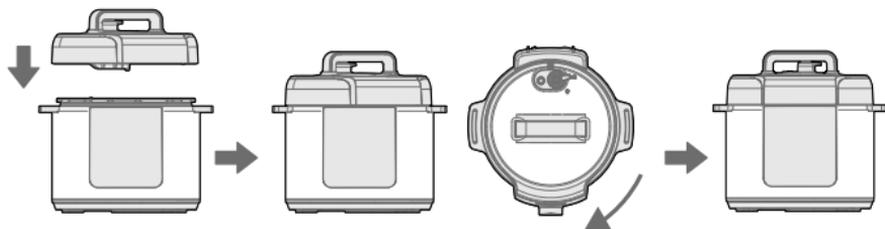

Fig. 4
- Para fechar a panela segure a alça da tampa, gire-a no sentido horário até que a tampa trave (Fig. 4).